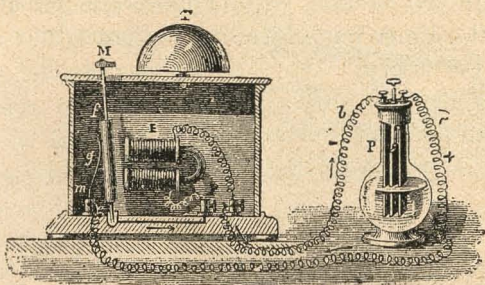

Fig. 221.—Campanilla eléctrica.
**9. Campanillas eléctricas.**—Las *campanillas eléctricas* tienen un timbre contra el cual da un martillo accionado por un electroimán (fig. 221).